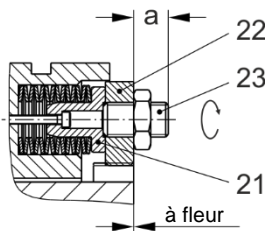

Fig. 15
3. Visser l'écrou de réglage (22) à fleur du moyeu, fig. 15.
4. Dévisser complètement une des vis sans tête (23).
6. Visser toutes les vis sans tête (23) à la cote « a », correspondant au couple désiré, voir le diagramme de réglage et la fig. 15.
7. Bloquer les vis sans tête (23) avec les contre-écrous (24).